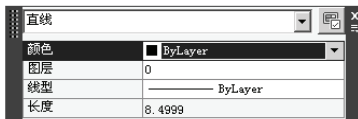

图 1-24 快捷特性对话框
**QP**开关——快捷特性开关。用于在图形中显示和更改任何对象的当前特性。如图 1-24 所示，如果打开了快捷特性开关，则在选择了对象后，弹出该对话框。